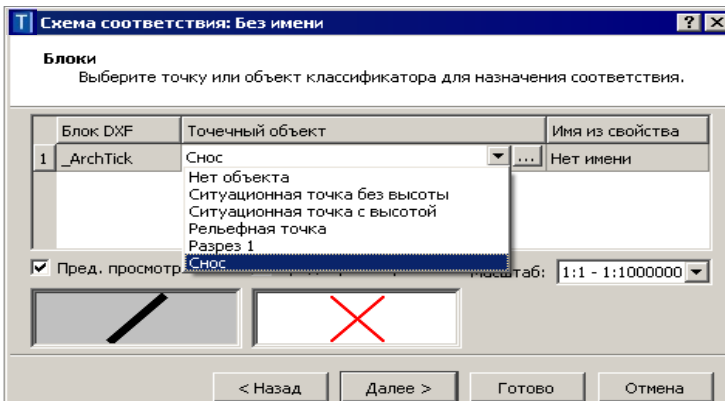

Рис. 4.18
- для блоков – в виде ситуационной точки (без высоты или с высотой) или рельефной точки, или точечного объекта классификатора (рис. 4.18).